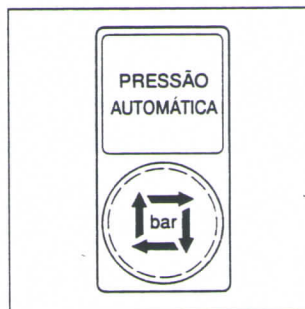

Fig. 36/1
- Atue o botão *Regulagem de pressão* (Fig. 36/1).